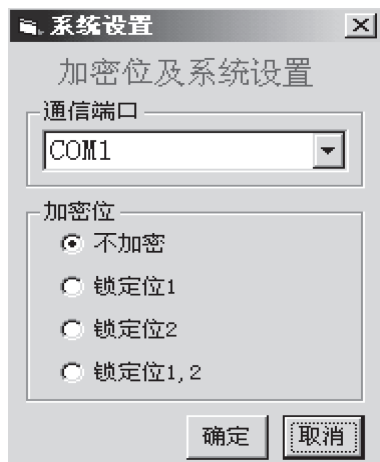

图 1-48 系统设置对话框
(2) 设置：对该软件的一些操作方式进行设置，单击按钮之后，出现如图 1-48 所示的对话框。